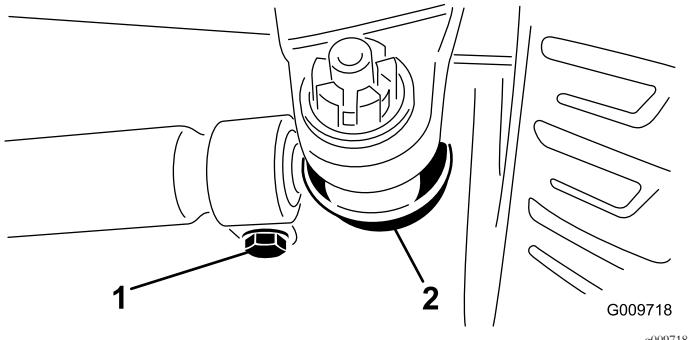

Figura 60
2. Para ajustar, remova o contrapino e a porca de cada uma das rótulas da barra de ligação (Figura 60).
4. Desaperte as abraçadeiras que estão em ambas as extremidades das barras de ligação (Figura 60).